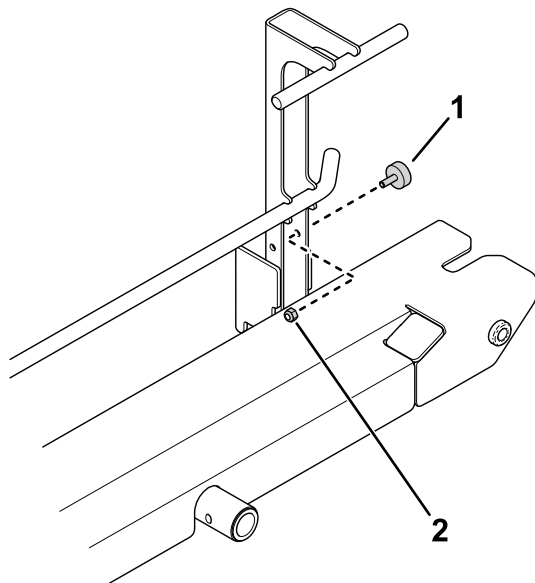

Bild 11
3. Verwenden Sie eine Mutter (1/4"), um einen Stoßfänger an der Rampenbaugruppe zu befestigen (**Bild 11**).